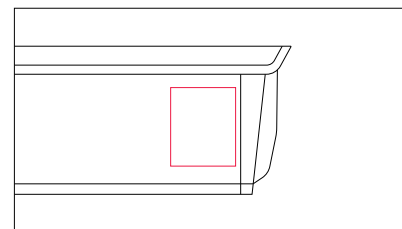

Abbildung 7
**HINWEIS:** Bitte notieren Sie die Seriennummer, die sich auf dem Akku unter dem Strichcode (Abb. 7) auf der vorderen Umschlaginnenseite dieser Anleitung befindet, um die Meldung von Störungen zu erleichtern. Produkte, bei denen die Seriennummer und/oder der Strichcode entfernt, unkenntlich gemacht, beschädigt, verändert oder unleserlich gemacht wurde, fallen nicht unter die Garantie.